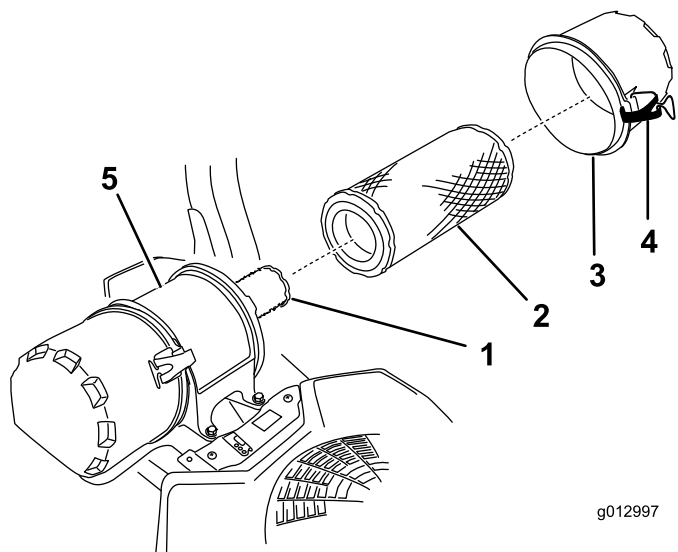

Figura 28
6. Liberte os trincos do filtro de ar e puxe a tampa para fora do corpo do filtro (Figura 28).
8. Deslize suavemente o filtro exterior para fora do corpo do filtro de ar (Figura 28).
- Se substituir o filtro interior, empurre-o com cuidado para o corpo do filtro (Figura 28).
- Deslize cuidadosamente o filtro exterior sobre o filtro de segurança (Figura 28).